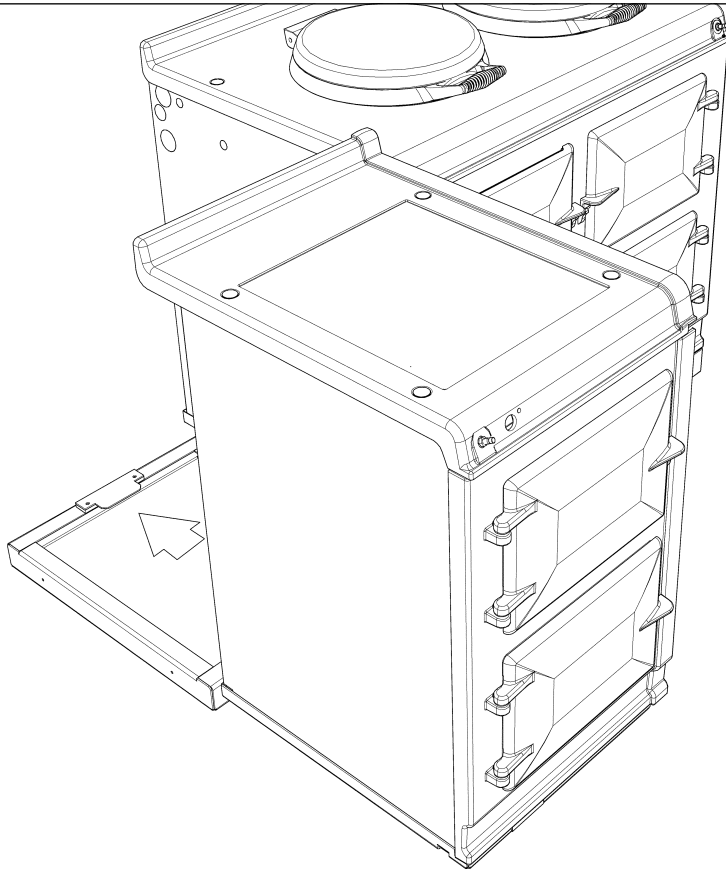

Abb.3.7
6. Schieben Sie den Wärmeschrank auf den Sockel, bis die hintere Haltelasche vollständig in die Aussparung im Geräteboden einrastet. (**Abb.3.7**). Stellen Sie sicher, dass das Gerät korrekt auf dem Sockel steht. Falls ja, kann die vordere Haltelasche in die Aussparung an der Unterseite der Bodenplatte eingeklinkt werden. Wenn die vordere Haltelasche richtig eingerastet ist, können Sie beiden M6-Schrauben festziehen, um die Teile in Einbaulage zu fixieren.